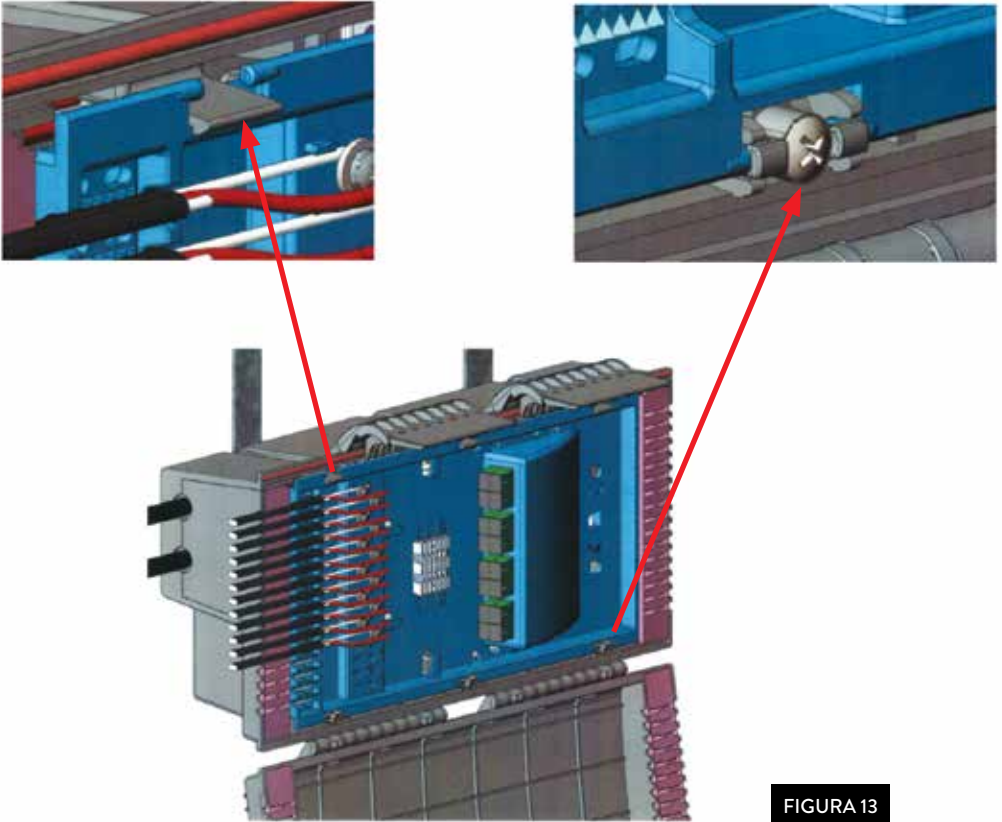

FIGURA 13
1. Para invertir la orientación de la puerta abatible, debe quitar las tres bisagras que sostienen la puerta en su lugar y cambiar de lado que sujeta actualmente los clips que mantienen la puerta cerrada. [Figura 13]